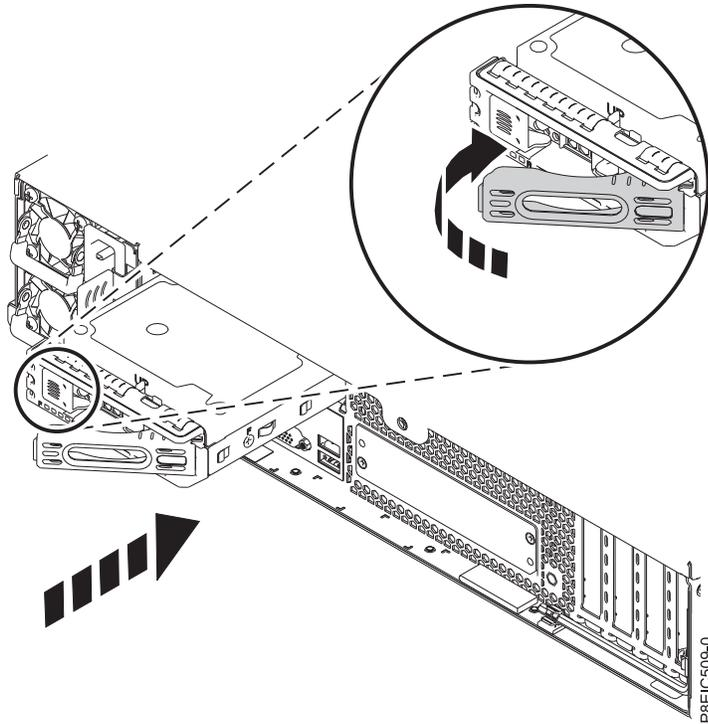

Abbildung 16. Griff für die Laufwerkhalterung an der Rückseite einrasten lassen
4. Halten Sie die Laufwerkhalterung an der Unterseite, wenn Sie das Laufwerk positionieren. Schieben Sie die Laufwerkhalterung vollständig in das System. Schieben Sie die Laufwerkhalterung so weit hinein, bis der Griff beginnt, sich zu schließen. Drücken Sie den Griff anschließend so weit hinein, bis er einrastet (siehe Abb. 16 auf Seite 16).